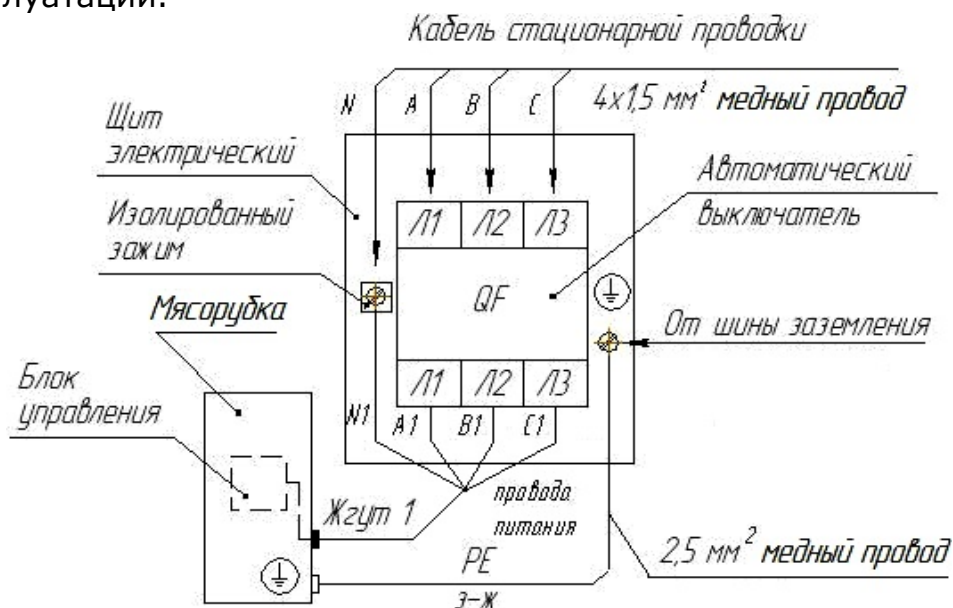

Рисунок 4 — Схема электрическая подключения ТМ-32, ТМ-12, ТМ-50
- для трёхфазного исполнения (рисунок 4): к выводам автоматического выключателя и к изолированной клемме подсоединяется входящий в состав изделия пятижильный электрический провод «Жгут 1»; минимальное сечение жил должно быть не менее $0,75 \text{ мм}^2$;